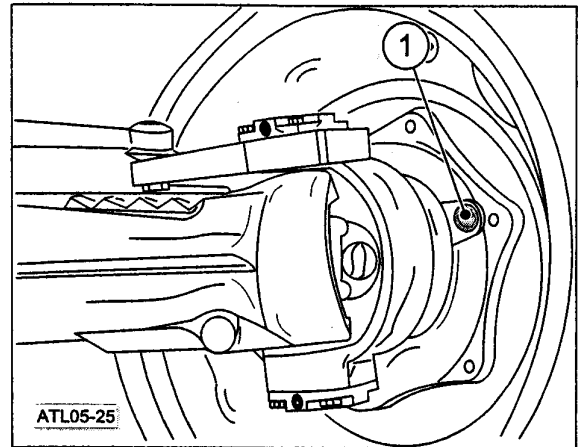

Fig.5-24 - Reductor delantero: (1) Tapón de llenado, descarga y nivel.
2. Posicionar los tapones (1- Fig.5-24) de los reductores finales en la línea media de la rueda. Quitar los tapones y controlar el nivel. El nivel es correcto cuando el aceite sale por el orificio. Reabastecer si es necesario con aceite del tipo indicado a través de los tapones mismos.